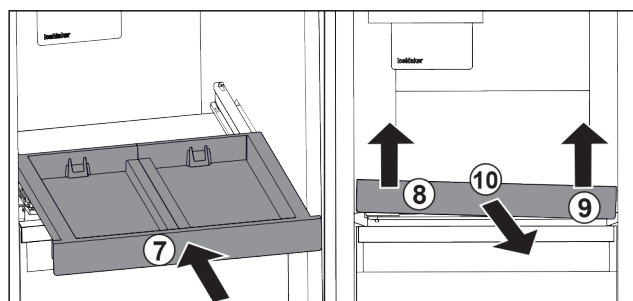

Fig. 119
- Gurnite izvlačnu ploču. Fig. 119 (7)
- Podignite izvlačnu ploču naprijed lijevo. Fig. 119 (8)
- Podignite izvlačnu ploču naprijed desno. Fig. 119 (9)
- Izvadite izvlačnu ploču prema naprijed. Fig. 119 (10)